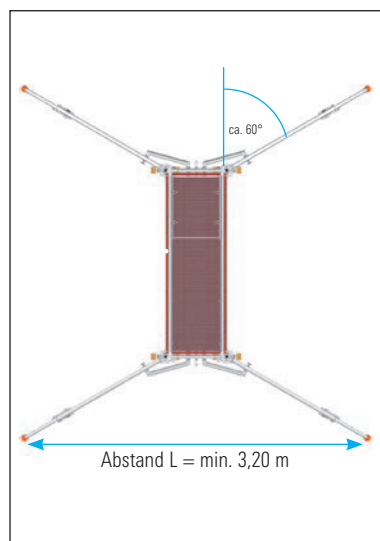

Bild 7
**Freistehender Aufbau:** jeweils ca. 60° zur Gerüstlängsseite (Bild 7).